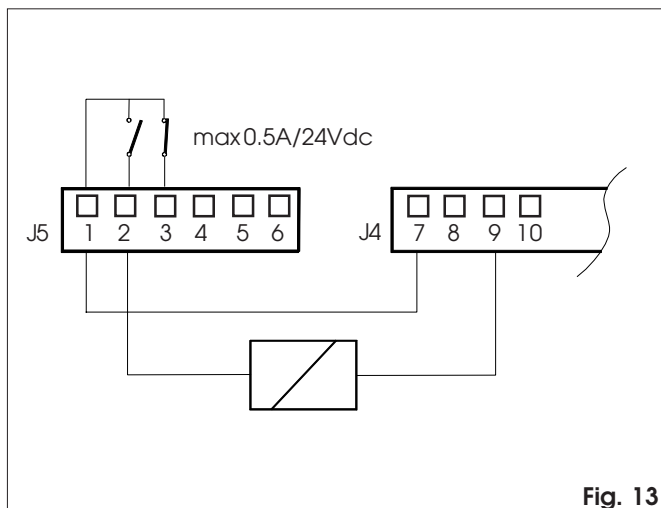

Fig. 13
- ⑥ **Klemmenbord J5** Verbinding Uitgangen naar relais (fig. 13, 14, 15)
- Elektrisch slot - N.O. contact (max. vermogen 0,5 A/24 V) (fig. 13).**